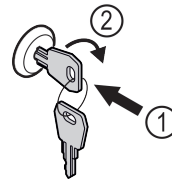

Fig. 59 Beispielhafte Darstellung
- ▶ Schlüssel hineindrücken Fig. 59 (1).
- ▶ Schlüssel um 90° im Uhrzeigersinn drehen Fig. 59 (2).